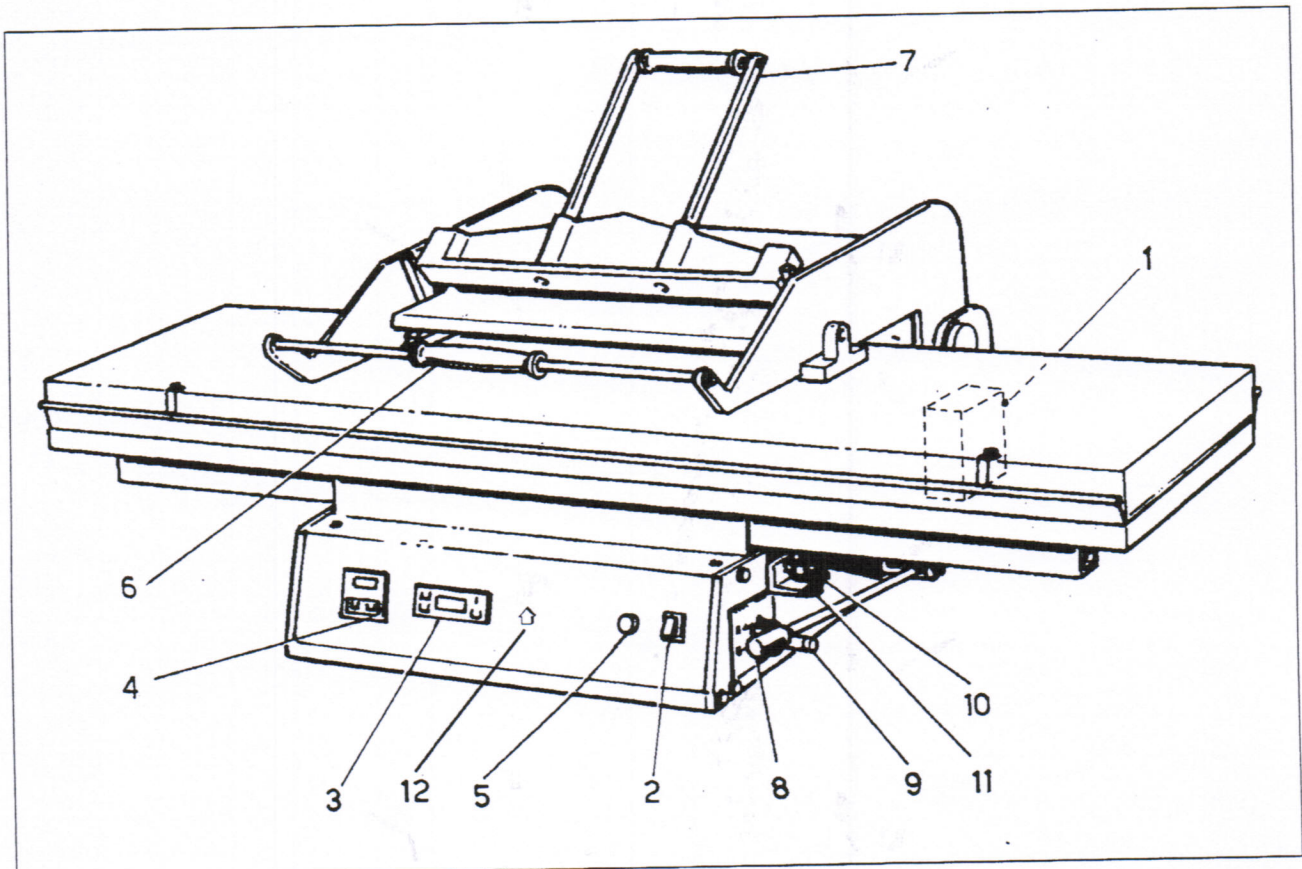

Fig. 3
- Fig. 3 Pos. 1 Interruttore Generale Magnetotermico
- Fig. 3 Pos. 2 Interruttore
- Fig. 3 Pos. 3 Termoregolatore
- Fig. 3 Pos. 4 Temporizzatore
- Fig. 3 Pos. 5 Fusibile di protezione ausiliari
- Fig. 3 Pos. 6 Maniglia chiusura/apertura
- Fig. 3 Pos. 7 Maniglia pressione
- Fig. 3 Pos. 8 Leva apertura
- Fig. 3 Pos. 9 Regolatore di pressione
- Fig. 3 Pos. 10 Ghiera regolazione pressione
- Fig. 3 Pos. 11 Ghiera di fissaggio
- Fig. 3 Pos. 12 Lampadina
- Bild 3 Set. 1 General switch
- Bild 3 Set. 2 Switch
- Bild 3 Set. 3 Thermoregulator
- Bild 3 Set. 4 Timer
- Bild 3 Set. 5 Fuse
- Bild 3 Set. 6 Press closing/opening handle
- Bild 3 Set. 7 Pressure handle
- Bild 3 Set. 8 Press opening lever
- Bild 3 Set. 9 Pressure adjustment handwheels
- Bild 3 Set. 10 Pressure setting ring nut
- Bild 3 Set. 11 Locking ring
- Bild 3 Set. 12 Signalling indicator
- Fig. 3 Pos. 1 Interrupteur général
- Fig. 3 Pos. 2 Interrupteur
- Fig. 3 Pos. 3 Thermorégulateur
- Fig. 3 Pos. 4 Temporisateur
- Fig. 3 Pos. 5 Fusible
- Fig. 3 Pos. 6 Poignée ouverture/fermeture presse